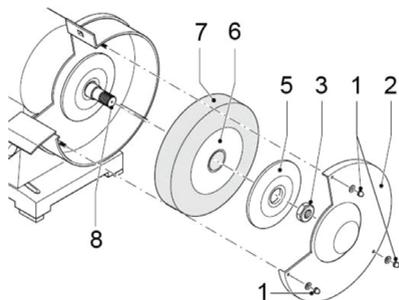

рис.2
2.2.1 Для установки (замены) круга необходимо: открутив винты (рис.2 поз.1), снять наружную часть защитного кожуха (рис.2 поз.2); открутив зажимную гайку (рис.2 поз.3) шпинделя (рис.2 поз.8), снять со шпинделя внешний фланец (рис.2 поз.5), прокладку (рис.2 поз.6) и круг (рис.2 поз.7); очистив (при замене) опорный фланец, установить круг, зажимной фланец и зафиксировать гайкой; привинтить наружную часть защитного кожуха к внутренней части; опробовать точильный станок на холостом ходу, чтобы убедиться, что круг хорошо сбалансирован.